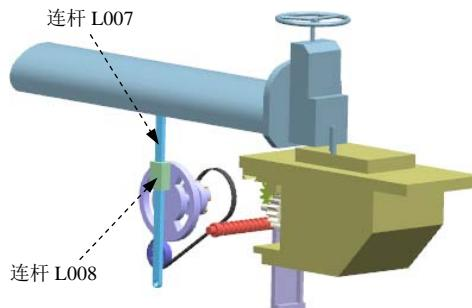

图 10.9.5 定义连杆 (四)
(4) 定义连杆 L007 和连杆 L008。选取图 10.9.5 所示的零件为连杆 L007 和连杆 L008，在“连杆”对话框中分别单击 **应用** 按钮。